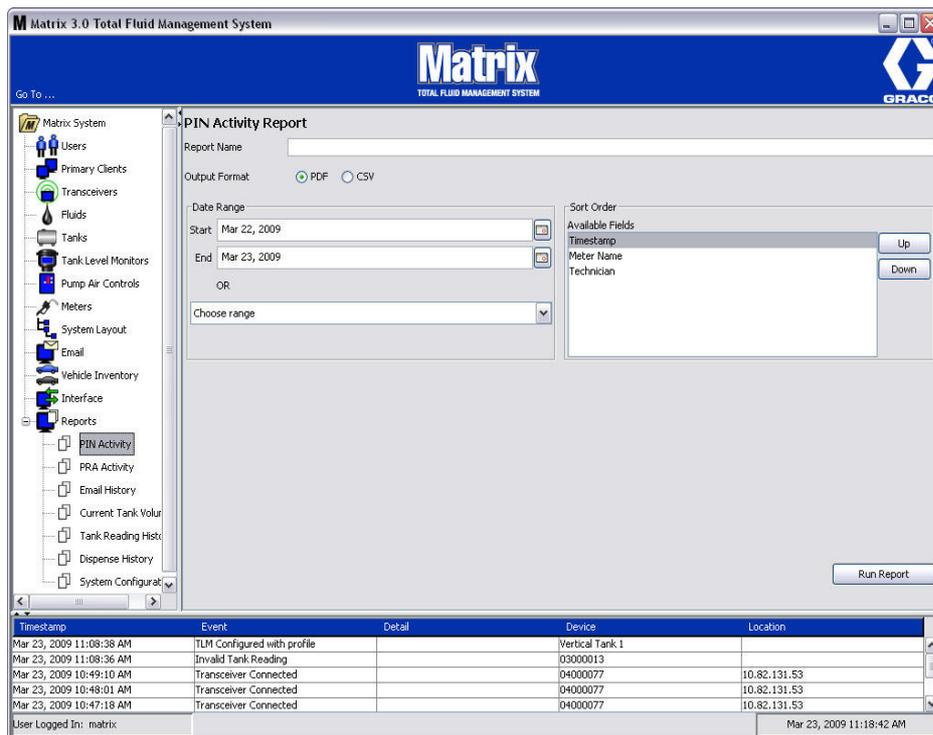

FIG. 167
- **PIN Activity (Attività PIN) (FIG. 167):**